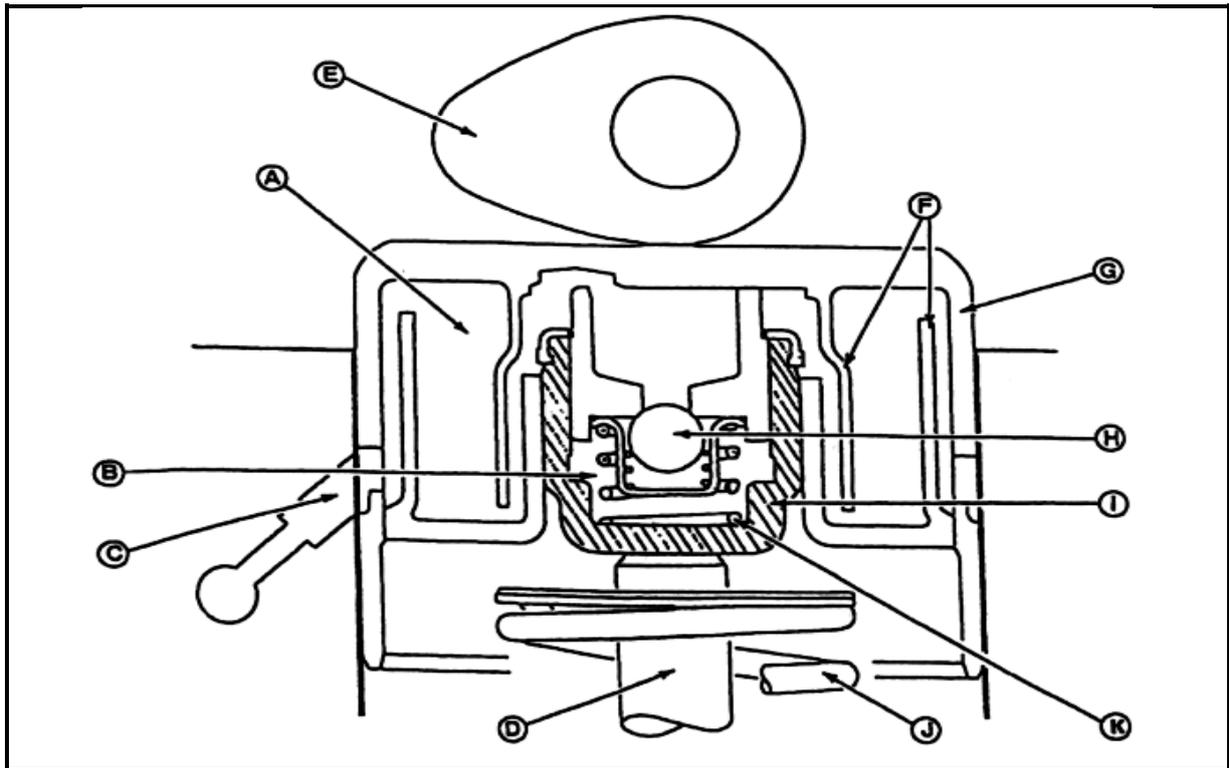

Figure 1 : Type de poussoir
Un essai sur route du véhicule de votre cliente Mme **TSONGO Rosalie**, vous fait constater que son moteur manque de puissance. Suite donc à cette défaillance vous déposez le moteur et vous remarquez que les cames et les poussoirs sont usés. La **figure 1** ci-dessous représente un type de poussoir monté dans le moteur du véhicule de votre cliente.
I.2.1 Nommer le type de poussoir représenté à la **figure 1**
I.1.6 Expliquer d'une manière succincte le fonctionnement de la **figure 1** (3pts)